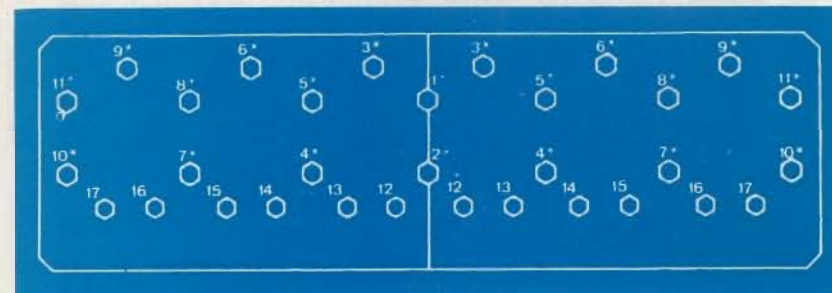

Fig. 2.3. — Orden de apriete de las tuercas de las culatas
- 2.º Ajustar las tuercas marcadas con asterisco y siguiendo el orden del 1 al 11 (fig. 2.3), apretadas con llave dinámométrica tarada primero a 4 mkg. Luego siguiendo el mismo orden, apretarlas a 12 mkg, y de nuevo reapretarlas definitivamente de 24 a 25 mkg.